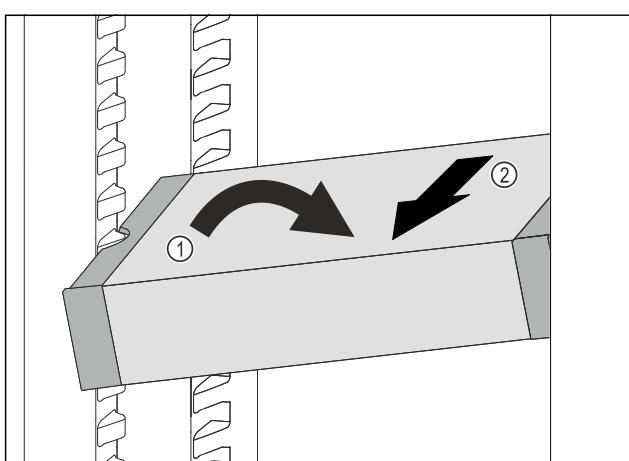

Fig. 152
- ▶ Наклонете VarioSafe в хладилната част. Fig. 152 (1)
- ▶ Извадете VarioSafe напред. Fig. 152 (2)